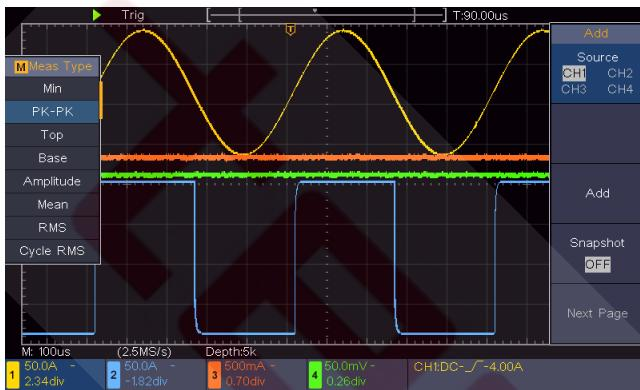

Рисунок 6.2. Осциллографы при определении коэффициента усиления
- 7) Считайте значения размаха напряжения сигналов в каналах CH1 и CH2, показанные в левом нижнем углу дисплея (см. рисунок 6.2).